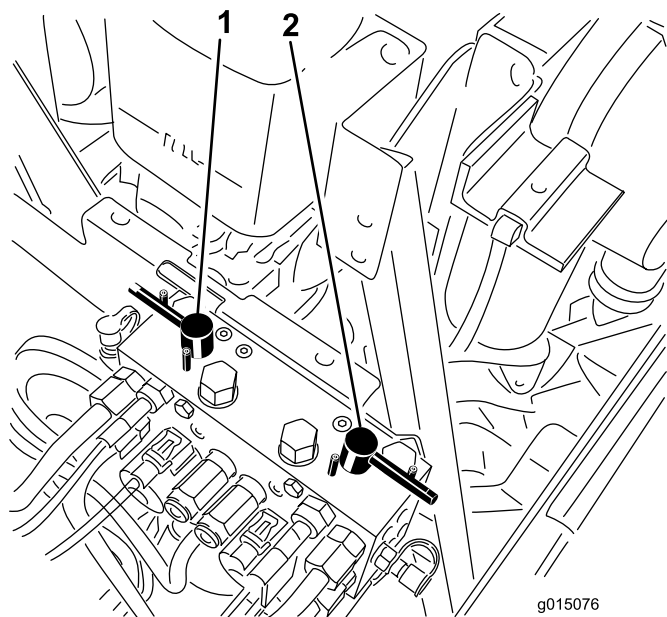

Figura 85
4. Selecione as alavancas de retificação dianteiras, traseiras ou ambas para determinar quais as unidades a retificar (**Figura 85**).